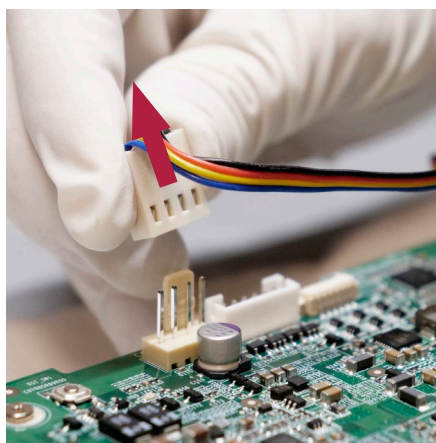

Figura 23 Desligar o cabo da ventoinha
Identifique a localização do conector da ventoinha na placa principal (ver a Figura 12) e desligue o conector da ventoinha (ver a Figura 23).
- g) **Ligue o cabo da ventoinha (ver a Figura 12 e a Figura 23)**